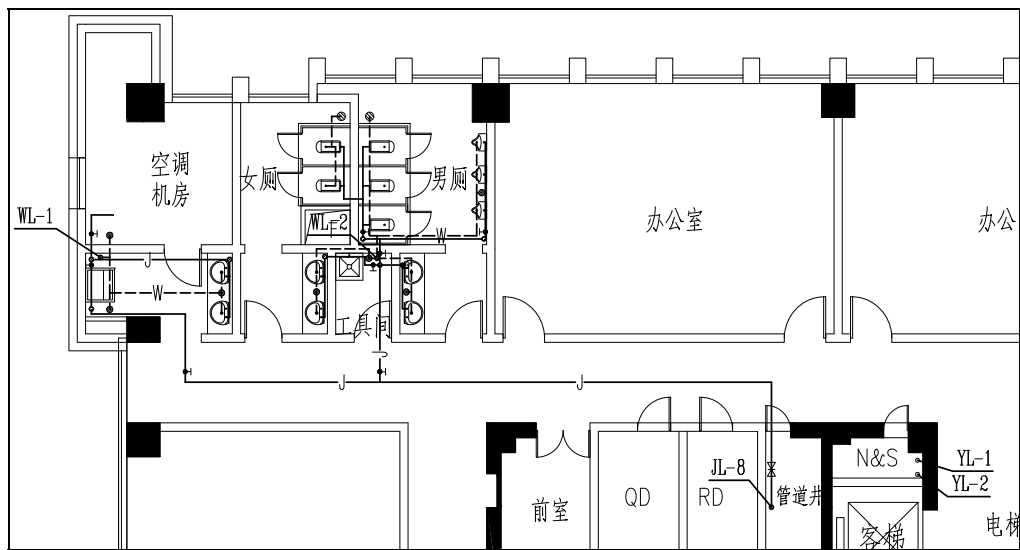

图 14-9 绘制给水管线和插入截止阀结果
⑨ 绘制给水管线。在命令行中输入 HZGX 命令，在弹出的【管线】对话框中，单击“给水”按钮，在绘图区中指定管线的起点和终点，即可完成给水管线的绘制；单击“图库图层”→“图库管理”命令，将截止阀图块调入平面图中，结果如图 14-9 所示。